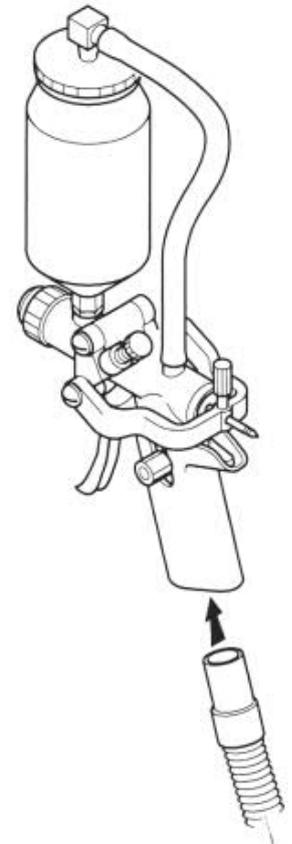

Abb. 2
- Luftschlauch des **ABAC** Niederdruckgebläses in den Isoliergriff der Spritzpistole einstecken (Abb. 2).